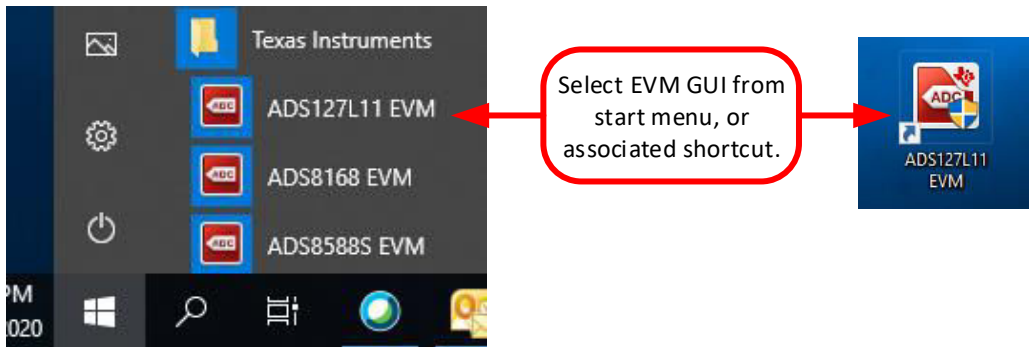

图 6-2. 启动 EVM GUI 软件
3. 按照图 6-2 所示启动软件 GUI。当 FPGA 固件加载到 PHI 上时，您会注意到 LED 缓慢闪烁。此加载需要几秒钟时间，然后 AVDD 和 DVDD 电源将接通。